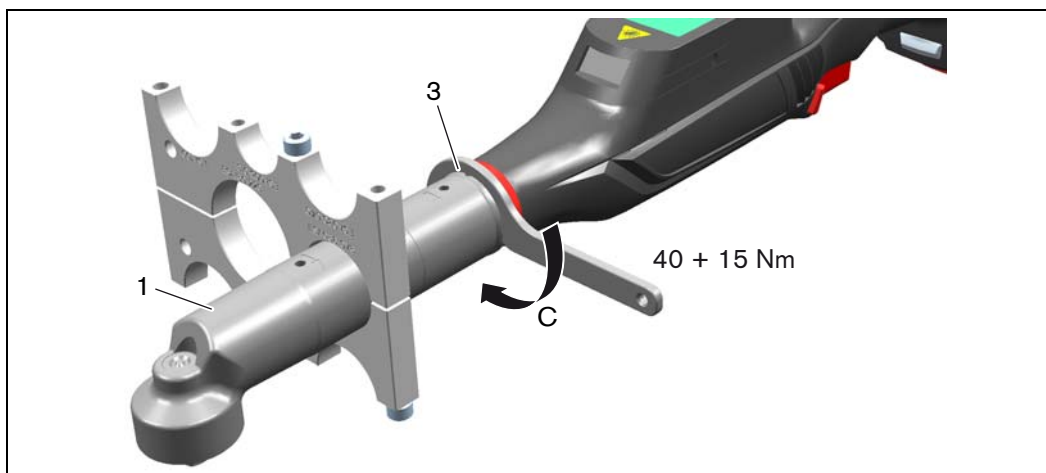

Bild 4-4: Kontermutter anziehen
5. Fixieren Sie den Winkelschraubkopf 1, indem Sie die Kontermutter 3 in Pfeilrichtung C drehen (siehe Bild 4-4).
6. Ziehen Sie die Kontermutter 3 wieder fest (siehe Bild 4-4).